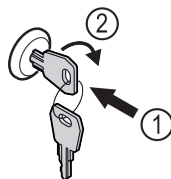

Fig. 176
- ▶ Sæt nøglen i. Fig. 176 (1)
- ▶ Drej nøglen 90° med uret. Fig. 176 (2)